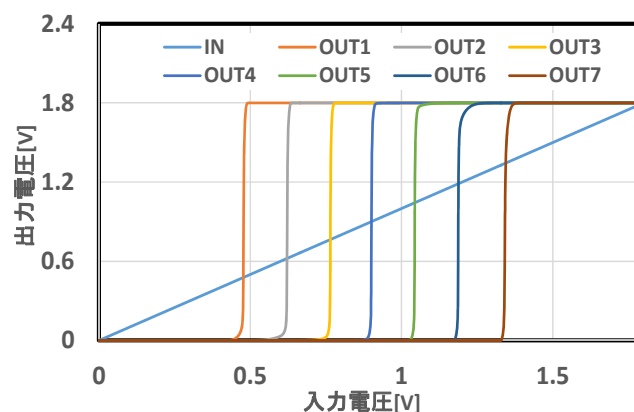

図2 出力波形
0.18 μm CMOS プロセスを用いた 3bit フラッシュ型 AD 変換器を設計し性能を評価した。表1に設計したフラッシュ型 AD 変換器の性能を示す。図2に波形を示す。平均消費電流は入力電圧を 0.4V~1.5V にスイープした時のものを示している。